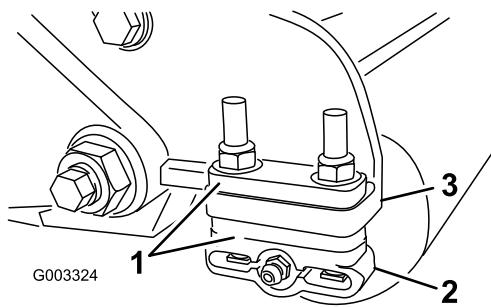

Figure 11
- Réglez les supports du rouleau arrière (Figure 11) à la plage de hauteur de coupe voulue en positionnant le nombre correct d'entretoises sous le rebord de la plaque latérale (Figure 11) en vous reportant au tableau des hauteurs de coupe.